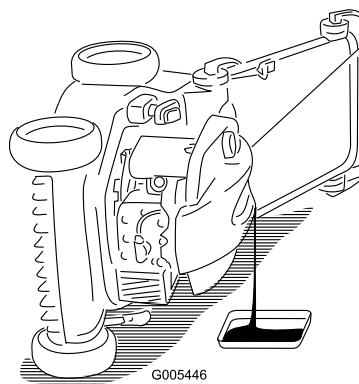

Figura 24
3. Incline il tosaerba sul fianco, con il filtro dell'aria in alto, per scaricare l'olio usato attraverso il tubo di riempimento (Figura 24).